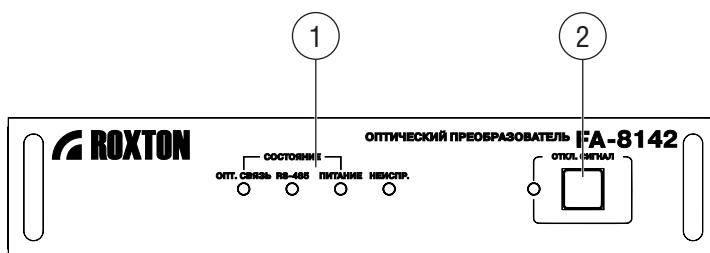
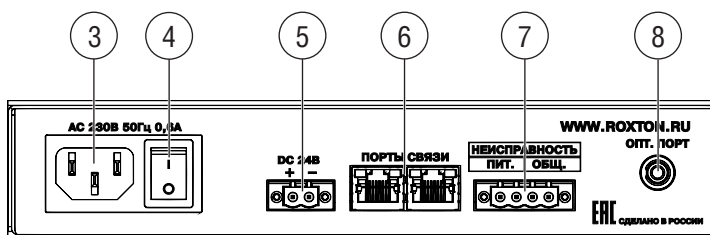

Рисунок 1 — Передняя панель преобразователя
Рисунок 2 — Задняя панель преобразователя
1.4.13.3 «Рабочий режим» является основным режимом работы устройства. После начальной инициализации блок готов к работе. Сигнал, поступающий на прибор через ПОРТЫ СВЯЗИ (рис. 2, поз. 6), проходит процесс преобразования. Аналоговые аудио сигналы оцифровываются и вместе с управляющими командами передаются на оптический порт. Одновременно с передачей осуществляется процесс приема сигнала от удаленного преобразователя. Принятый сигнал проходит процесс обратного преобразования в три аналоговых аудио сигнала и один цифровой (RS-485).
1	Индикаторы работы и неисправности отображают следующую информацию: - индикатор ОПТ. СВЯЗЬ отображает наличие или отсутствие оптической связи с удаленным блоком. - индикатор RS-485 отображает наличие или отсутствие обмена данными с оборудованием, подключенным к портам связи (рис. 2. поз. 6) - индикатор ПИТАНИЕ отображает состояние основного и резервного источника питания. - индикатор НЕИСПРАВНОСТЬ при возникновении любой неисправности начинает мигать желтым цветом.
1.4.13.4 «Режим тестирования» является сервисным. Для перехода в режим тестирования световой и звуковой индикации необходимо нажать и удерживать в течение 3 секунд кнопку ОТКЛ. СИГНАЛ (рис. 1, поз. 2), прибор начнет поочередно мигать светодиодами и издавать звуковой сигнал со встроенного зуммера до тех пор, пока не проверит состояние всех световых индикаторов. Во время тестирования индикации работа оптического моста не нарушается.
1.4.14 В устройстве преобразователя реализована функция контроля неисправностей с индикацией (рис. 1, поз. 1) и выдачей сигналов на оборудование подключенное к клеммам (рис. 2, поз. 7). Блок может выдавать следующие сигналы:
2.3.2 Подключение внешних блоков устройства контроля осуществляется к клеммам НЕИСПРАВНОСТЬ (рис. 2, поз. 7), принимающие сигналы типа “сухой контакт”.
2.3.7 Подключите изделие к сети основного питания AC 230 В/50 Гц (рис. 2, поз. 4) шнуром питания, входящим в комплект поставки. Затем включите блок выключателем (рис. 2, поз. 3).
2.3.8 В случае необходимости изделие может быть подключено к резервному источнику питания, подключение осуществляется к клеммам 24 В (рис. 2, поз. 5). В качестве резервного источника питания могут использоваться аккумуляторные батареи или отдельный блок питания на DC 24 В.